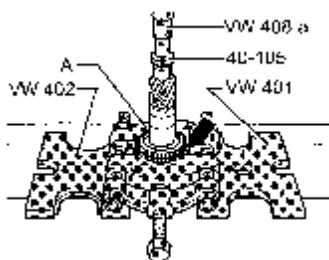

图 9-75 压出第 3、4 挡同步器
(6) 压出第 3 和第 4 挡同步器体时，朝第 3 挡换挡齿轮按压用于第 3 挡的同步器齿环，如图 9-75 箭头所示，然后装配分离装置 A (25~115mm)。